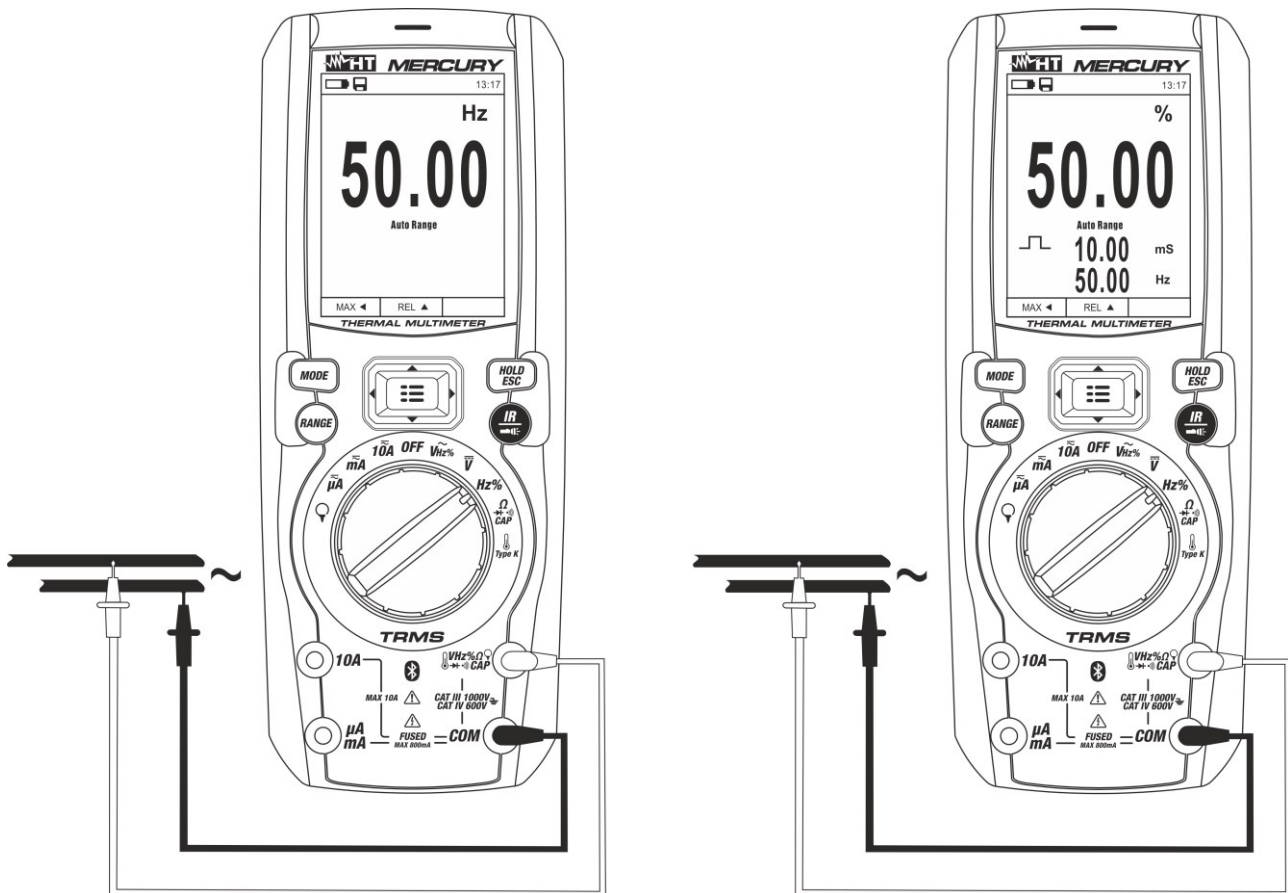

Abb. 23: Verwendung des Gerätes für Frequenz- und Duty Cycle-Messungen
4. Verbinden Sie die rote Messleitung und die schwarze Messleitung mit den gewünschten Messpunkten des zu messenden Kreises (siehe Abb. 23). Der Wert der Frequenz (Hz) oder des Duty Cycle (%) erscheint auf dem Display. Der Bargraph ist bei diesen Funktionen nicht aktiv.